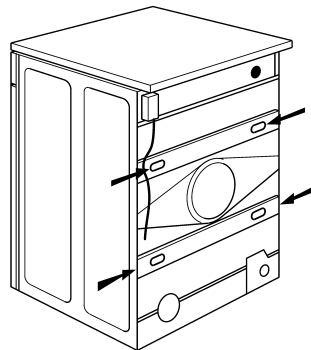

Bild 2
1. Die Schrauben mit dem mitgelieferten Schraubenschlüssel lockern (Bild 2).